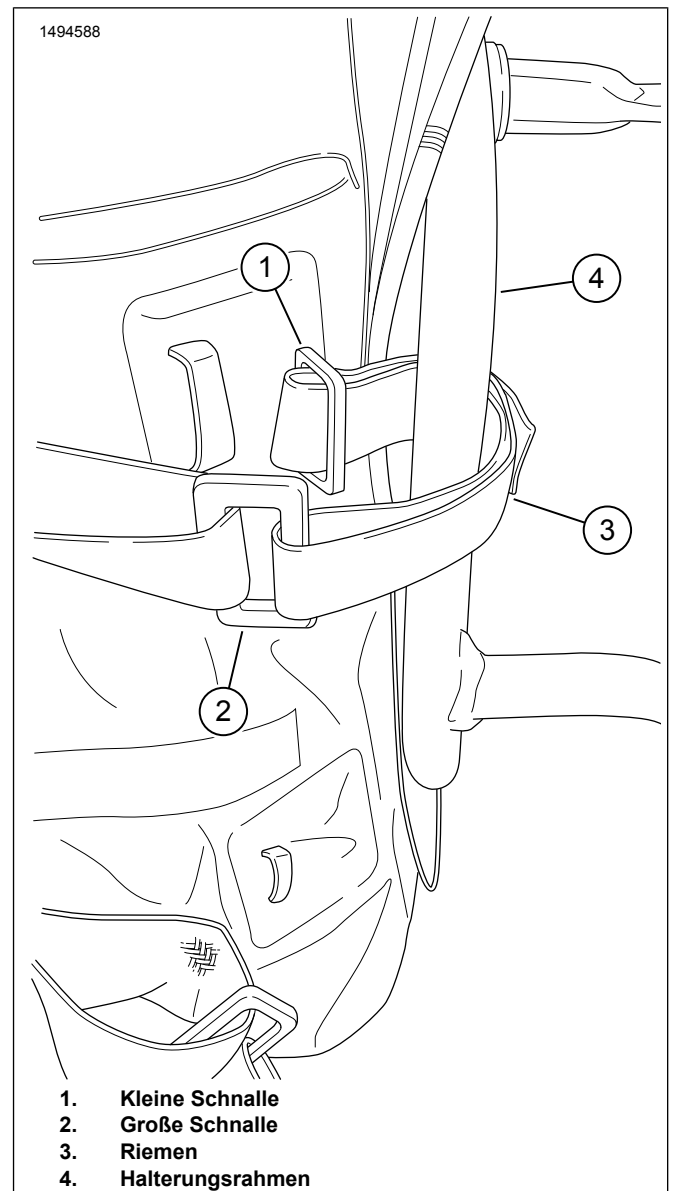

Abbildung 5. Spanngurt-Verfahren 1
7. Abbildung 5 Die Satteltaschen-Spanngurte (3) um den Satteltaschen-Halterungsrahmen (4) wickeln.